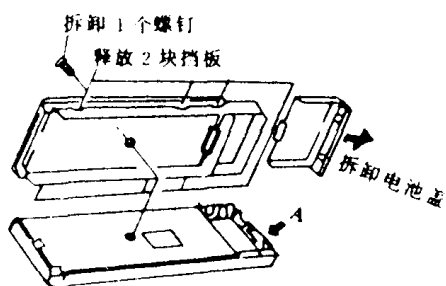

图 1-2
(2) 拆卸遥控装置
步骤:①如图 1-2 所示,拆卸 1 个螺钉。
②拆卸电池盖。
③压着 A 部而释放两块挡板,然后依次释放剩余的挡板(共有 8 块挡板)。